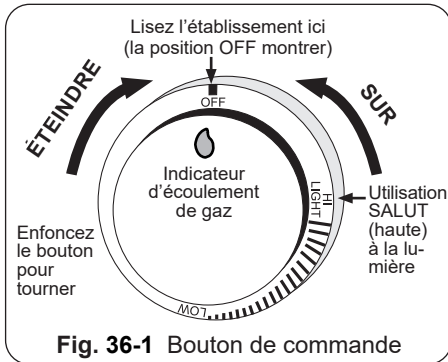

Fig. 36-1 Bouton de commande
**Pour votre convenance et sûreté ; quand le bouton de commande est tourné a la position de fonctionnement, l'indicateur d'écoulement de gaz changera de bleu en le rouge. (Le rouge indique l'écoulement de gaz.) Voir la Fig. 36-1.**